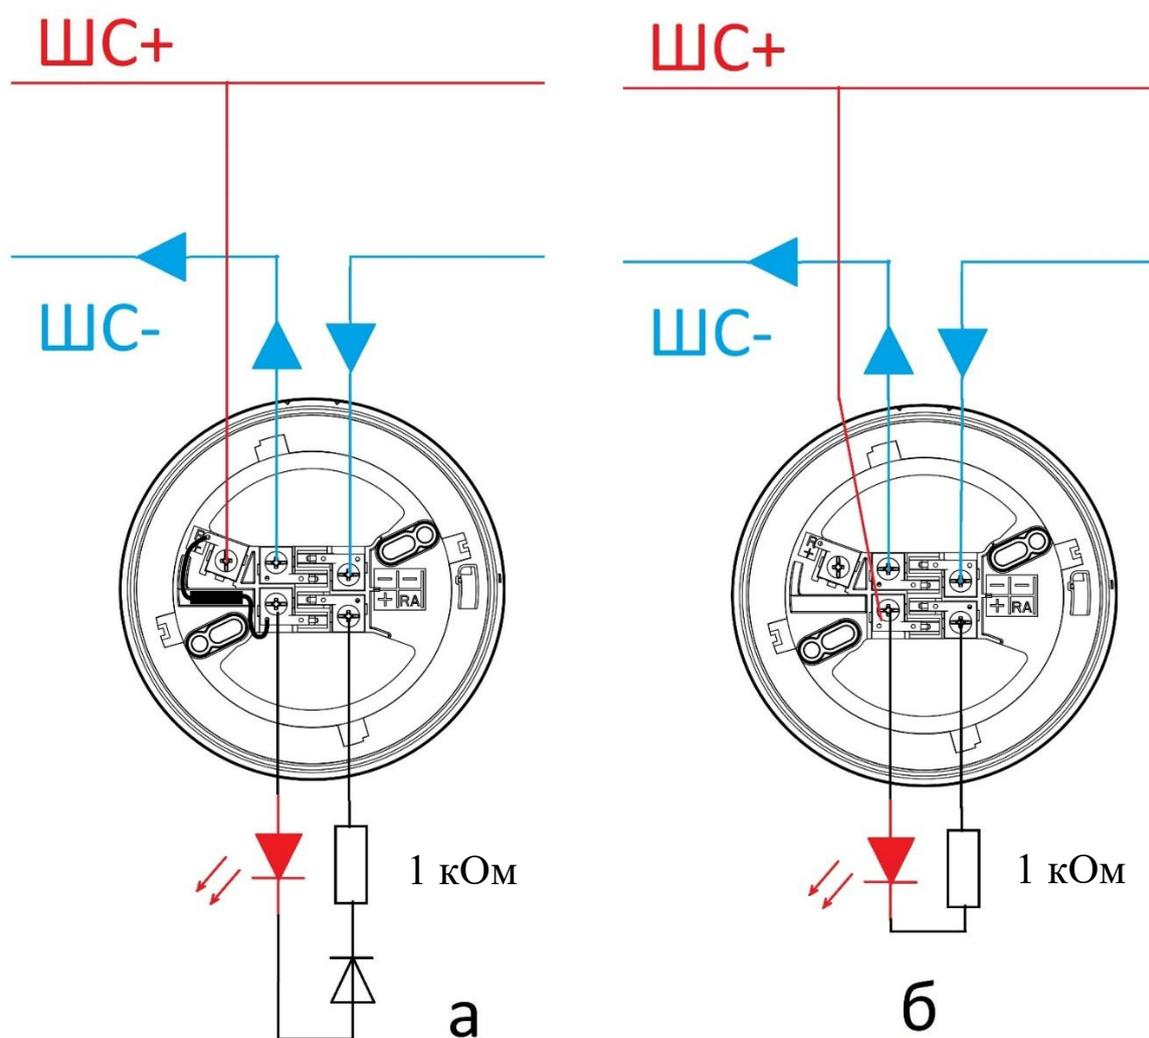

Рисунок 2.1
2.1.10 Если ограничение тока предусмотрено ПКУ (на уровне не более 40 мА), то балластный резистор можно не использовать, а подключать ШС+ к клемме "+" базы (см. Рисунок 2.1б). Ток через извещатель не должен превышать максимально допустимого тока потребления извещателя. Извещатель может выйти из строя, если ток в режиме "Пожар" превысит максимально допустимое значение.
2.1.11 Клемма "RA" предназначена для подключения внешнего СДИ (при необходимости), и представляет собой выход типа "открытый коллектор". Рекомендуемые схемы подключения внешнего СДИ (например, типа АЛ307 и т.п.) – см. Рисунок 2.1. Резистор, последовательно включенный с внешним СДИ, должен быть в пределах 1-10 кОм. Резистор необходим для ограничения тока через внешний СДИ в режиме "Пожар". Диод (например, КД522, КД510 и т.п.) необходим для корректной работы с ПКУ со знакопеременным ШС (см. Рисунок 2.1а). Если ШС не знакопеременный, то диод можно не устанавливать (см. Рисунок 2.1б).